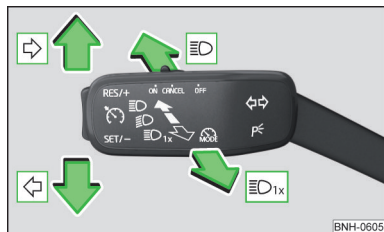

Fig. 53
Pozițiile manetei de operare » fig. 53
- Apăsați maneta până la capăt în poziția ☞ sau ☞ » fig. 53 la pagina 62.